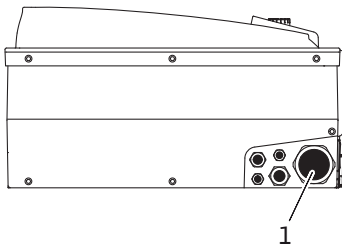

Fig. 25: 케이블 글랜드 M25/M40
- 전원 연결 케이블은 케이블 글랜드 M25/M40 (Fig. 25, 위치 1)를 통해 연결되어야 합니다.